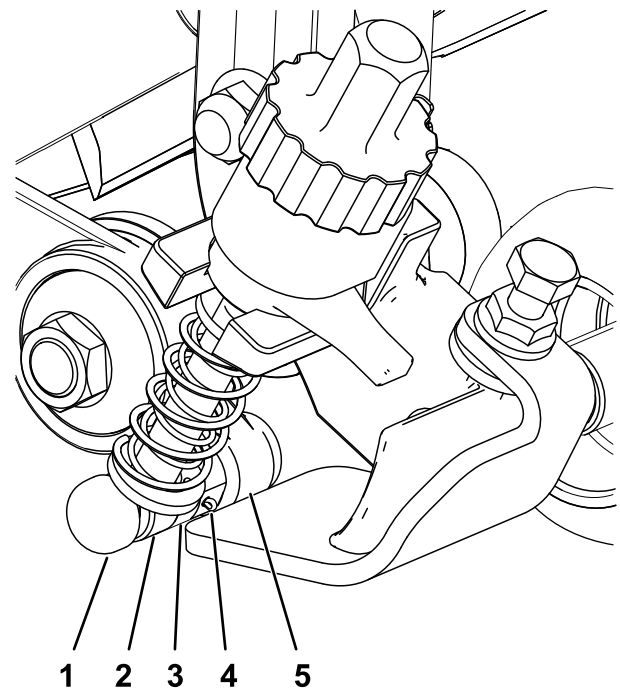

Figura 12
3. En el lado del conjunto de la polea tensora, alinee la varilla del brazo de regulador del soporte de altura de corte con el collar del regulador en el conjunto de la polea tensora y fijela con un pasador de regulador y un pasador de chaveta (Figura 12).